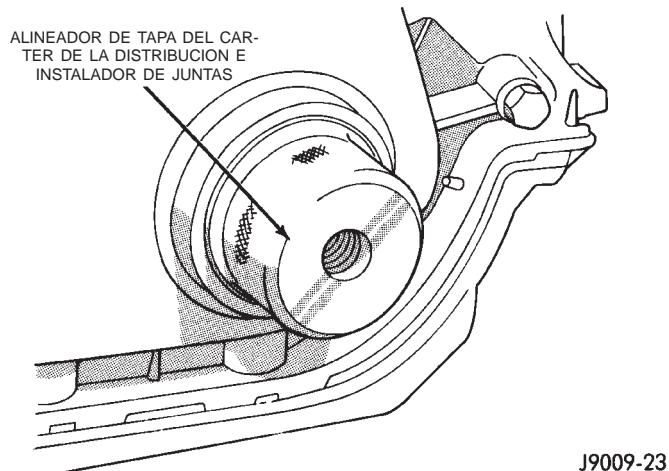

Fig. 42 Alineador de tapa del cárter de la distribución e instalador de juntas 6139
(1) Limpie las superficies de juntas de la tapa del cárter de la distribución, el colector de aceite y el bloque de cilindros.
(2) Instale una nueva junta de aceite del cigüeñal en la tapa del cárter de la distribución. El extremo abierto de la junta debe orientarse hacia el interior de la tapa. Sostenga la tapa en el área de sellado mientras instala la junta de aceite. Cálcela en su posición con el instalador de juntas 6139.
(3) Coloque la junta en el bloque de cilindros.
(4) Coloque la tapa del cárter de la distribución sobre la junta del colector de aceite y el bloque de cilindros.
(5) Inserte el alineador de la tapa del cárter de la distribución e instalador de juntas 6139 en la abertura de cigüeñal de la tapa (Fig. 42).